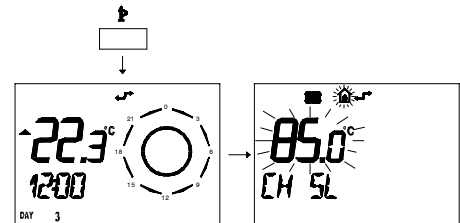

fig. 9.16
- 1 Premere per più di 3 secondi il pulsante  per entrare in modalità **INFO**. (fig. 9.16)